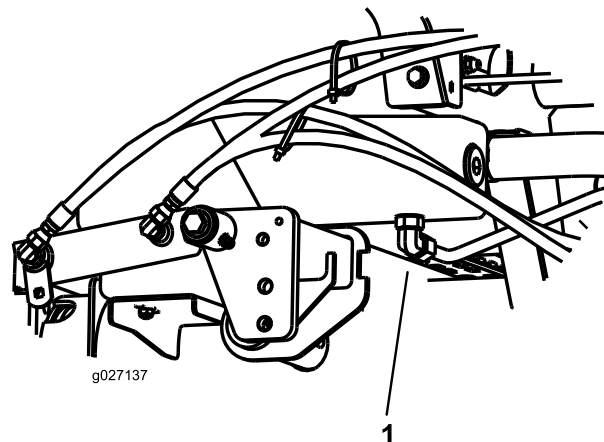

Figura 75
2. Coloque um recipiente de escoamento grande debaixo da união presa à parte de baixo do reservatório do fluido hidráulico (Figura 75).